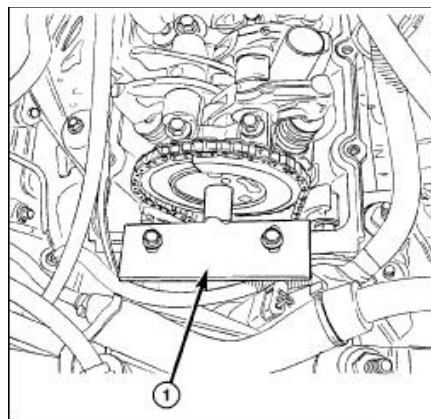

图. 54 凸轮轴链轮固定器
(7) 安装专用工具(图. 54), 去固定凸轮轴, 并紧固工具支架螺栓滑动链轮到专用工具(图. 54)。
- (9) 安装专用工具(图. 54). 去固定凸轮轴, 并紧固工具支架螺栓。